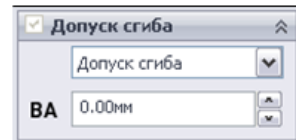

Рисунок 9.5 - Необходимое значение допуску згину
- допуск згину - вводиться необхідне значення в поле BA (рис. 9.5);